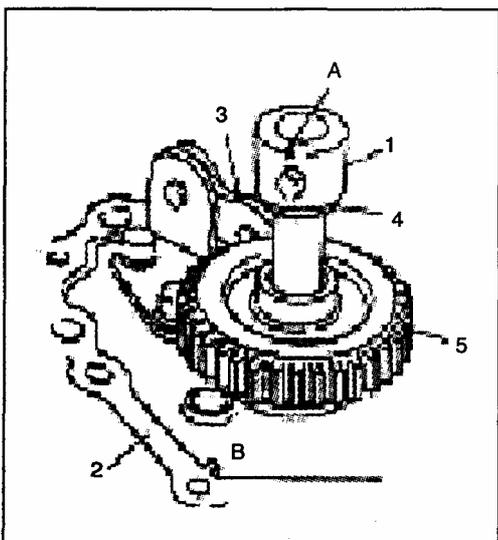

Рис. 402
- 5) Соберите вместе шестерню заднего хода и вилку шестерни заднего хода, установите промежуточную шестерню заднего хода в корпус, затем совместите метку А на валу с меткой В на корпусе (Рис. 402).